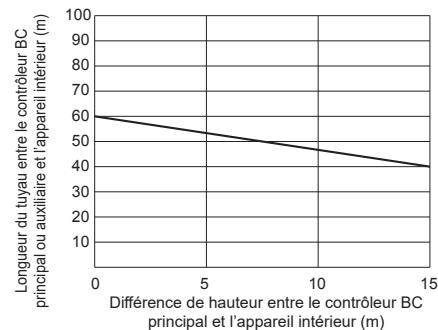

Fig. 1
*2 Reportez-vous à la Fig. 1. (Néanmoins lorsque le modèle d'appareil intérieur P/M200 ou P/M250 est connecté, la distance maximale admissible entre le contrôleur BC et l'appareil intérieur le plus éloigné est de 40 m).
*3 Lorsque la longueur de tuyauterie ou la différence de hauteur dépasse la limite indiquée dans la Fig. 1, connectez n contrôleur BC auxiliaire au circuit. La limite d'un circuit avec un contrôleur BC auxiliaire est indiquée dans la Fig. 2.
Lorsque vous utilisez le modèle P/M140 ou un modèle plus grand d'appareils intérieurs, la limite indiquée dans la Fig. 1 ne peut être dépassée.
*3 Lorsque la longueur de tuyauterie ou la différence de hauteur dépasse la limite indiquée dans la Fig. 1, connectez un contrôleur BC auxiliaire au circuit. La limite d'un circuit avec un contrôleur BC auxiliaire est indiquée dans la Fig. 2.